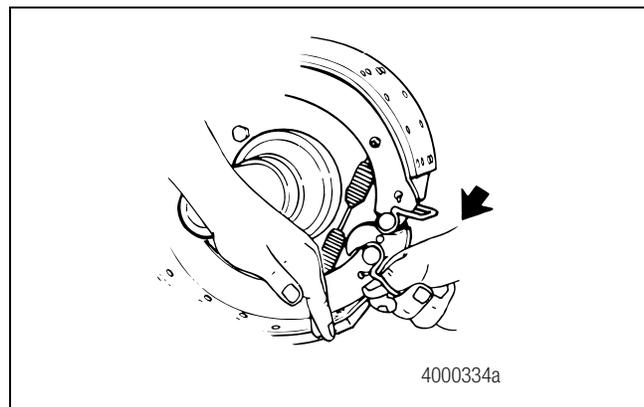

Figure 3.3
- Repousser le segment de frein inférieur vers le BAS. Tirer sur l'agrafe de retenue de galet de segment de frein pour retirer le galet inférieur. Figure 3.3.